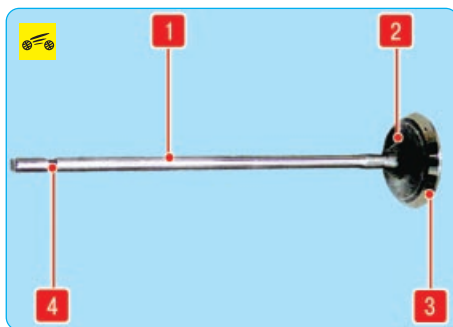

Рис. 5.13. Клапан: 1 – стержень; 2 – тарелка; 3 – фаска; 4 – протока
26. Удалите нагар с клапанов и осмотрите их. Деформация стержня 1 (рис. 5.13) клапана и трещины на его тарелке 2 не допускаются. При наличии повреждений замените клапан. Проверьте, не слишком ли изношена и не повреждена ли рабочая фаска 3. Допускается шлифовка рабочей фаски клапанов (в ремонтных мастерских, располагающих соответствующим оборудованием). После шлифовки толщина цилиндрической части тарелки должна быть не менее 0,5 мм для впускных клапанов и не менее 1,0 мм – для выпускных. Незначительные риски и царапины на фаске можно вывести притиркой клапана к седлу (см. «Притирка клапанов», с. 99).